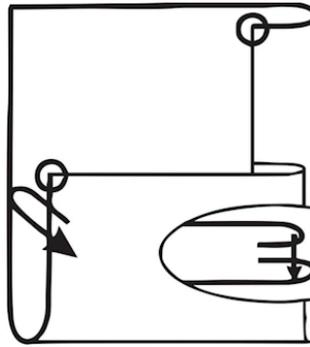

Рисунок 4. Схема обработки нижних уголков баски
9. Обтачайте уголки баски так, как это показано на рис. 4. Уголки выверните на лицевую сторону и приутюжьте.